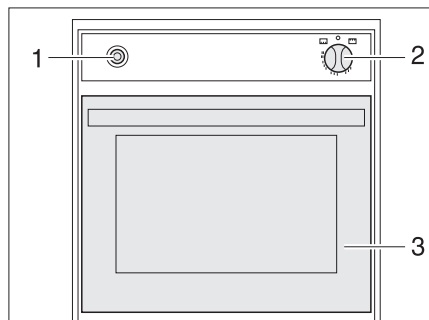

Bild 127 Gasbackofen
- Backofenklappe (Bild 127,3) ganz öffnen.
- Drehregler (Bild 127,2) leicht drücken und auf "🔥" (Backofen) stellen.
- Drehregler (Bild 127,2) drücken und 5 bis 10 Sekunden lang gedrückt halten. Es strömt Gas zum Brenner.
- Zündschalter (Bild 127,1) so oft drücken, bis die Flamme brennt.
- Drehregler (Bild 127,2) auf "0" drehen. Die Flamme erlischt.